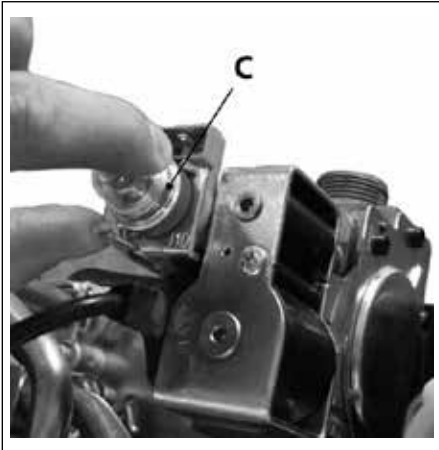

Рис. 39 Бобіна модуляції газового клапану
- Зняти пластиковий ковпачок **С** (дивись Рис. 39 Бобіна модуляції газового клапану) з верхньої котушки модулятора газового клапану, що захищає гвинти регулятора тиску.